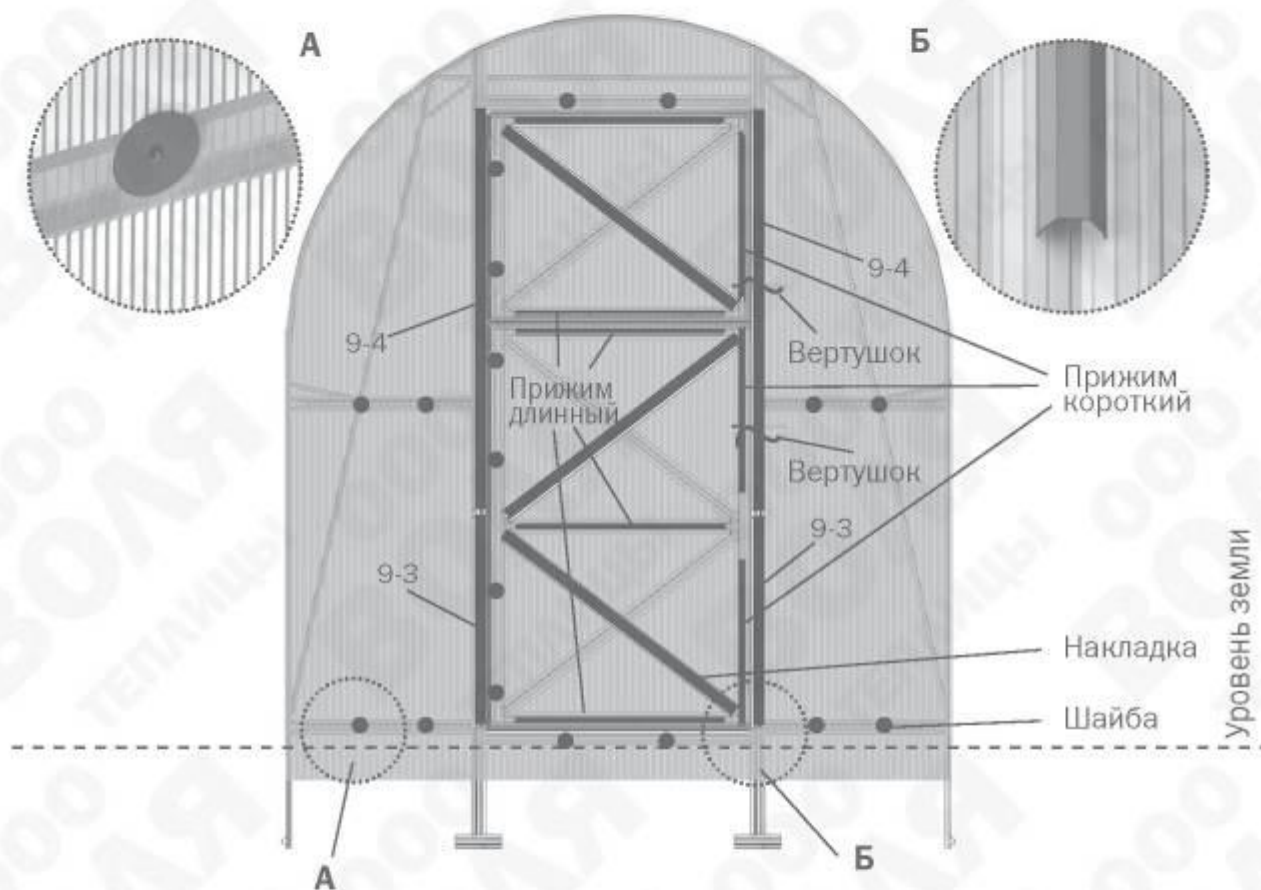

Рис. 21
7. Шайбы и прижимы на торце устанавливаются в соответствии с **рис.21**.